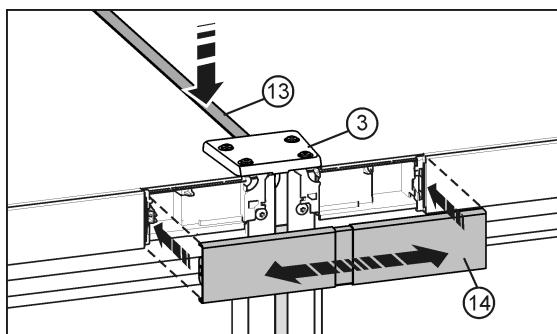

Fig. 27
- En la parte superior, presione la regleta corta *Fig. 27 (13)* para introducirla en la ranura. La regleta y la placa de unión *Fig. 27 (3)* deben quedar a ras en el canto delantero.
- Encaje la cubierta *Fig. 27 (14)* en el espacio todavía abierto que hay entre las dos tapas de la unidad de control. Procure que las caras exteriores de la cubierta queden al mismo nivel que las tapas de la unidad de control. La cubierta es extensible para tal fin.